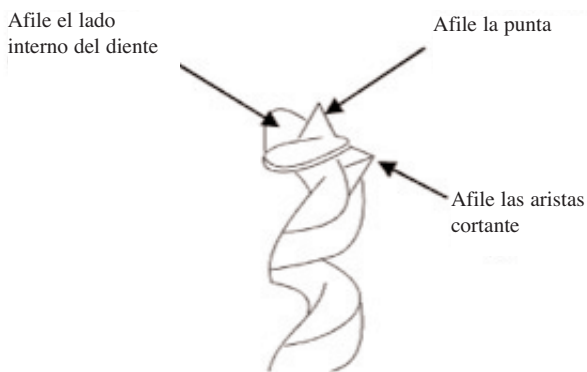

Figura 7
1. Afile la broca usando una lima pequeña y uniforme, siguiendo el perfil original de la broca. Afile el lado interior del diente, las laterales de la punta y las aristas cortantes contra el alma de la broca. Mire la figura 7.